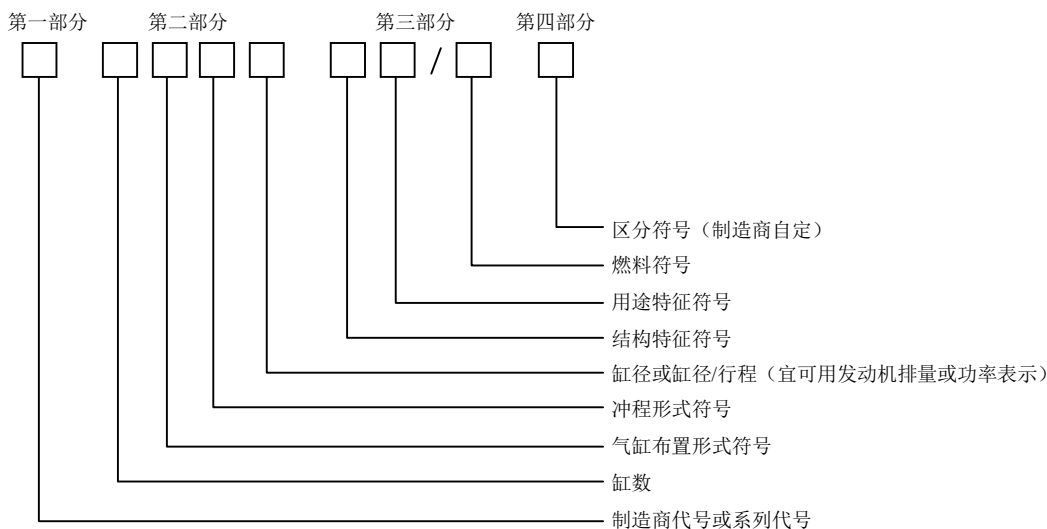

图 1-13 内燃机产品型号表示方法
- (1) 内燃机产品名称均按所采用的燃料命名，例如柴油机、汽油机、煤气机、沼气机、双（多种）燃料发动机等。
- (2) 内燃机型号由阿拉伯数字、汉语拼音字母或国际通用的英文缩写字母组成。
- (3) 内燃机型号由下列四部分组成，如图 1-13 所示。